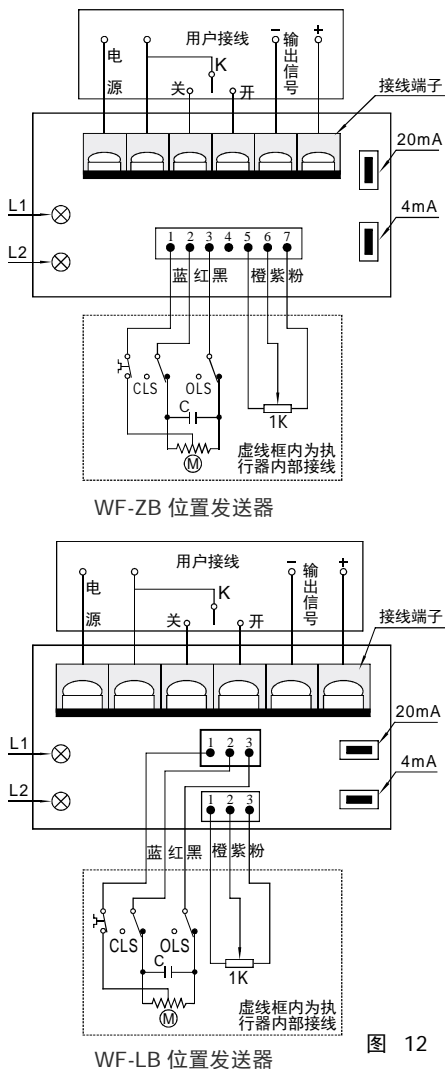

图 12
- ① 如无特殊要求，出厂调试时执行机构全关位和全开位之间行程角度为 90° 。全关时对应输出电流为 4mA，全开时对应输出电流为 20mA。
- ② 开度电位器已考虑在配阀调试时全关位、全开位可能变动导致电位器工作区偏移的情况，因此一般禁止用户调整电位器及电位器齿轮。
- ③ 接线端子接线请按图12正确接入。
- ① 按键：“20mA”、“4mA” 阀门全开或全关时用于标定其对应的输出电流为20mA或4mA。
- ② 指示灯：